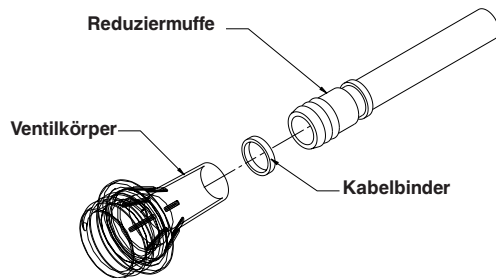

Abbildung 3
4. Den Kabelbinder, der dem Fußende des Matratzenbezugs am nächsten ist und mit dem der LAL-Schlauch und die Reduziermuffe am Ventilkörper befestigt sind, vorsichtig mit dem Seitenschneider zertrennen (siehe Abb. 3).
5. Den Kabelbinder, der dem Fußende des Matratzenbezugs am nächsten ist und mit dem der LAL-Schlauch und die Reduziermuffe am Ventilkörper befestigt sind, vorsichtig mit dem Seitenschneider zertrennen (siehe Abb. 3 auf Seite 20).